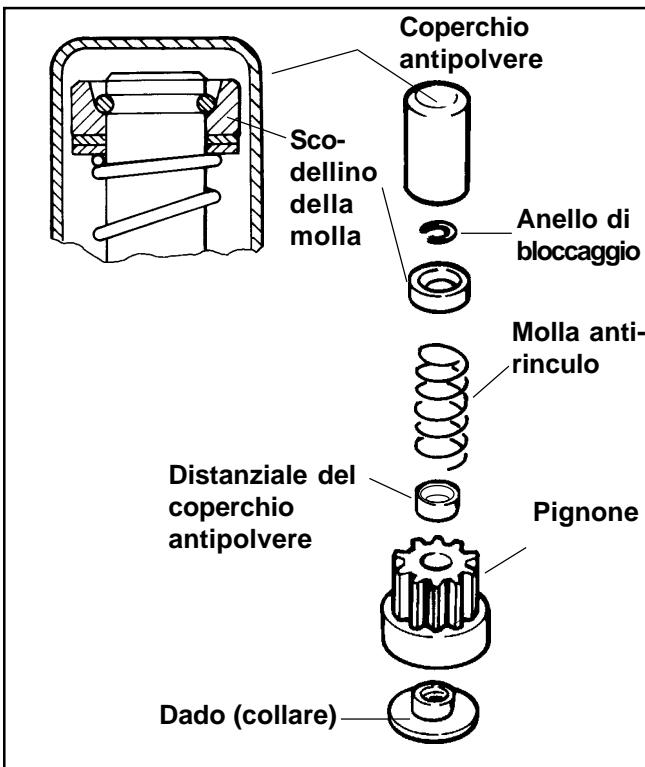

Figura 8-31. Componenti di innesto, motorino di avviamento con innesto inerziale "legato".
- Il coperchio antipolvere in gomma è dotato di un labbro sagomato all'interno che si inserisce in una scanalatura del relativo distanziale (vedere Figura 8-31). Girare il pignone in senso orario finché non raggiunge la posizione completamente estesa. Tenendolo in posizione estesa, afferrare la punta del coperchio antipolvere con un paio di pinze oppure con una morsa e staccarlo dal distanziale.
- Facendo nuovamente riferimento alla Figura 8-31, afferrare lo scodellino della molla e premerlo verso il motorino di avviamento comprimendo la molla anti-rinculo ed esponendo l'anello di bloccaggio.